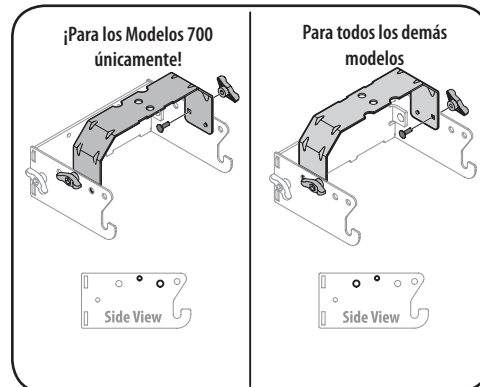

Figura 4-4
2. Dé vuelta el conjunto y monte la ménsula de soporte de enganche a la unidad de montaje como se muestra en la Figura 4-4.
NOTA: Los orificios más próximos a los ganchos de montaje se utilizarán para todas las máquinas del modelo de la serie 700, en tanto que los dos orificios más cercanos al montaje cruzado son para todos los demás modelos. La ménsula de soporte de enganche tendrá que estar dada vuelta para permitir el alineamiento adecuado de los orificios según el modelo de máquina en la que se instale esta embolsadora. Consulte la Figura 4-4.